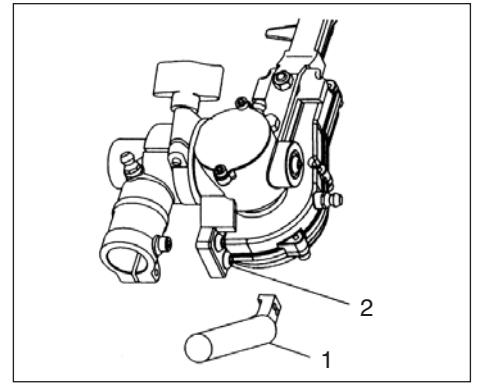

Fig.1-2B
Montaje del manillar de sostén (1) (Fig.1-2B)
1. Quítese el tornillo de hueco hexagonal (2) a partir de la caja de engranajes.
2. Móntese el manillar de sostén (1) sobre la caja de engranajes mediante los tornillos de hueco hexagonal quitados (2).